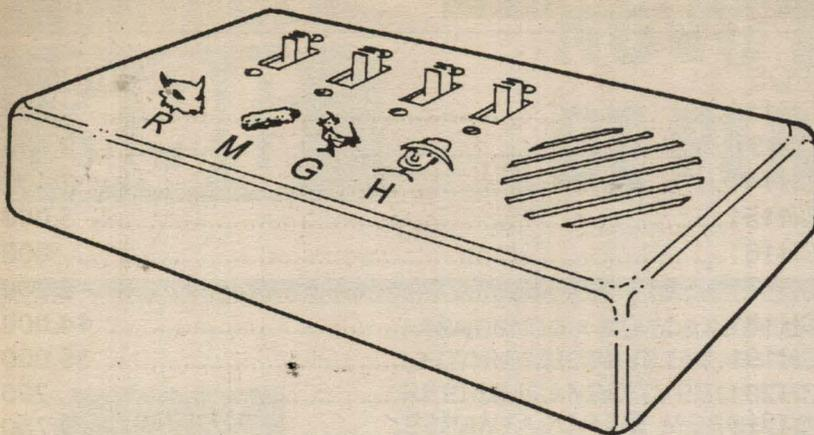

Fig. 5
- FIG. 5 - ENCAIXANDO TUDO (ACABAMENTO EXTERNO SUGERIDO...) - Obviamente que a criatividade do caro leitor/hobbysta poderá *extrapolar* à vontade, gerando aspectos externos ainda mais caprichados e bonitos do que o mostrado, porém a concepção básica sugerida nos parece elegante e prática (além de fácil, na sua realização...): num *container* plástico padronizado, de forma geral retangular, a plaquinha com o circuito e o suporte de pilhas são internamente fixados, evidenciando-se no painel principal a linha de 4 chaves, devidamente identificadas - ou com as iniciais R-M-G-H - ou ainda com pequenos ícones ou figuras (desenhadas pelo próprio hobbysta, recortadas de livros, revistas, etc.) alusivas aos *personagens* da fábula... Ainda nesse painel principal pode